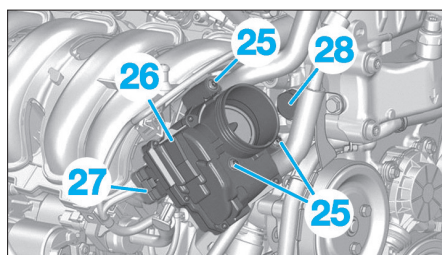

FIG. 10
- les vis (25) (Fig.10),
- le boîtier papillon (26).
- Débrancher le connecteur (27).
- Déposer le tendeur de chaîne de distribution (28).